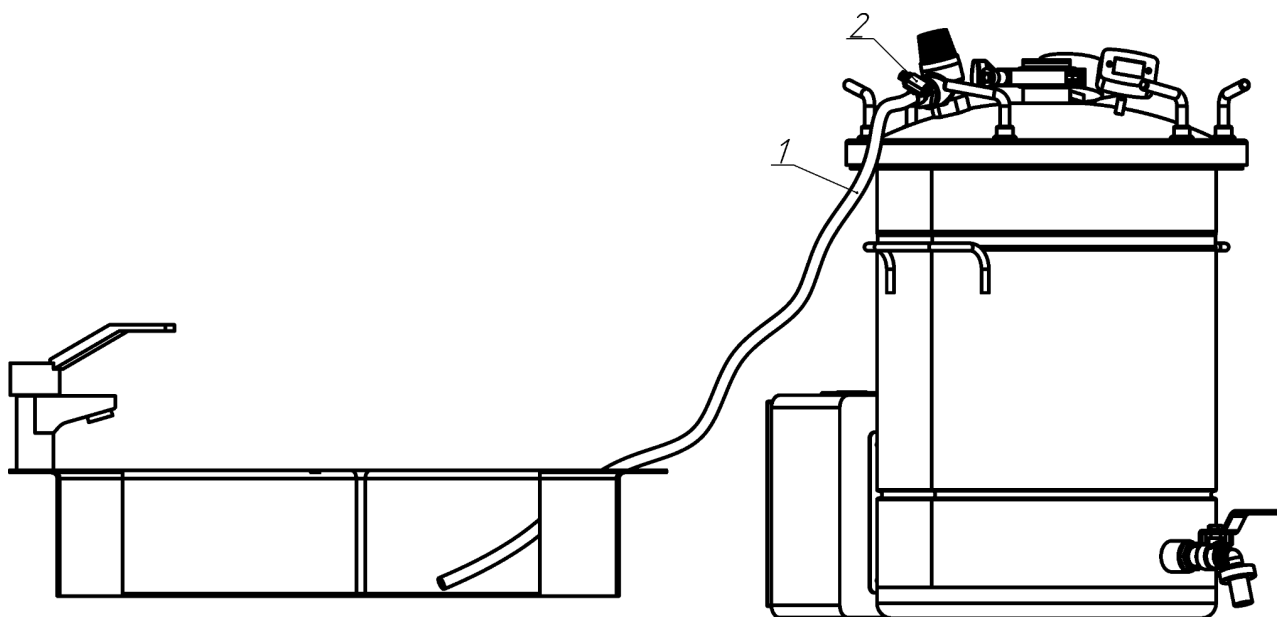

Рисунок 2 — Установка шланга для для выхода избыточного давления (горячего пара) из автоклава.
- установить фальш-дно (17) внутрь бака автоклава, над ТЭНом (18);
- установить в верхнюю часть бака силиконовую прокладку (6);
- накрыть автоклав крышкой (5) и плотно зафиксировать её с помощью винтов (16) (6 шт.);
- на штуцере «ёлочка» (11) клапана сброса избыточного давления (10) с помощью хомута зафиксировать шланг;
- с помощью шланга соединить штуцер с термостойкой ёмкостью (кухонная раковина, иные металлические ёмкости, термостойкий пластик и т.п.) (Рисунок 2).